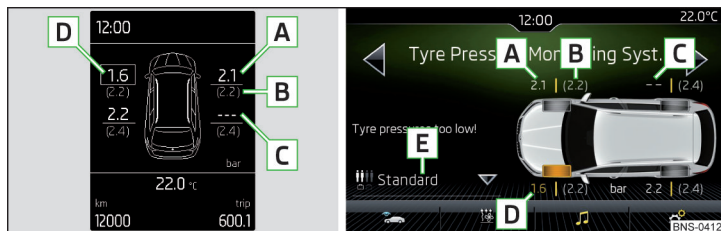

Fig. 314 Exemple d'affichage sur l'écran du tableau de bord / Paramètres Infotainment
Écran/Affichage » fig. 314
- Dans l'élément de menu *Contrôle de la pression des pneus*, appuyer sur la touche de fonction  » fig. 314.